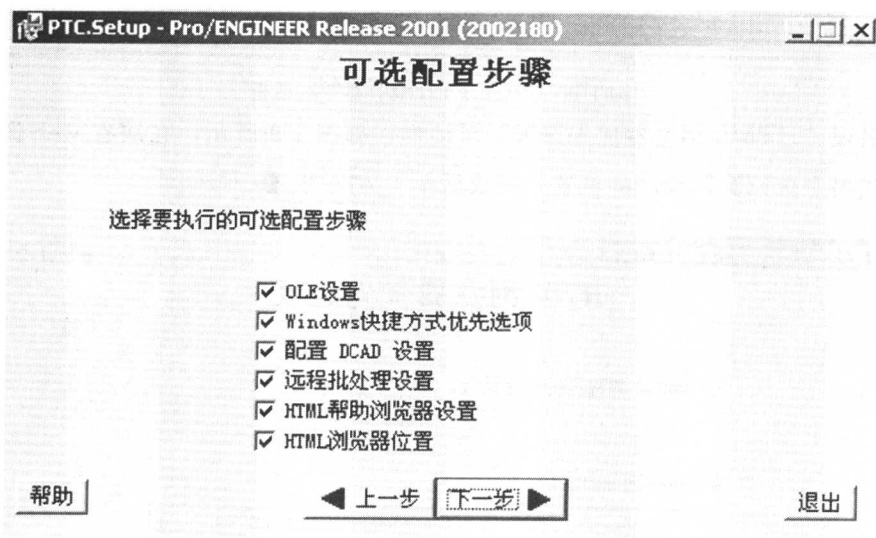

图 1-7 “可选配置”对话框
(7) 在接下来出现的“创建并配置命令”对话框中,接受系统创建的用于启动 Pro/E 的命令,单击 **下一步** 按钮,出现“可选配置”对话框(图 1-7),接受系统配置选项,单击 **下一步** 按钮。